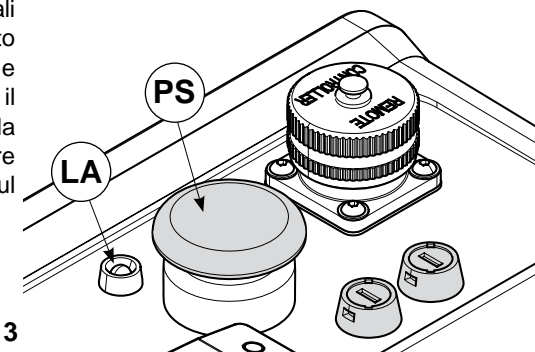

FIG. 3
- In caso di necessità, premendo a fondo il pulsante meccanico di scarico (PS) Fig. 3 a bordo pompa, è possibile ottenere lo scarico dell'olio nel serbatoio in qualsiasi momento, anche in assenza di tensione.
La pompa è dotata di un sistema di diagnostica; l'accensione del led giallo (LA) Fig. 3 segnala eventuali anomalie di funzionamento **con conseguente blocco della pompa.**